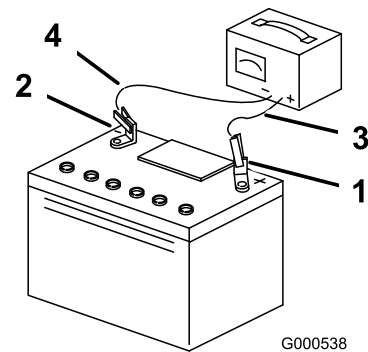

Bild 44
- Ziehen Sie, wenn die Batterie voll geladen ist, den Stecker des Ladegeräts aus der Dose. Klemmen Sie dann die Klemmen des Ladegeräts von den Batteriepolen ab (Bild 44).